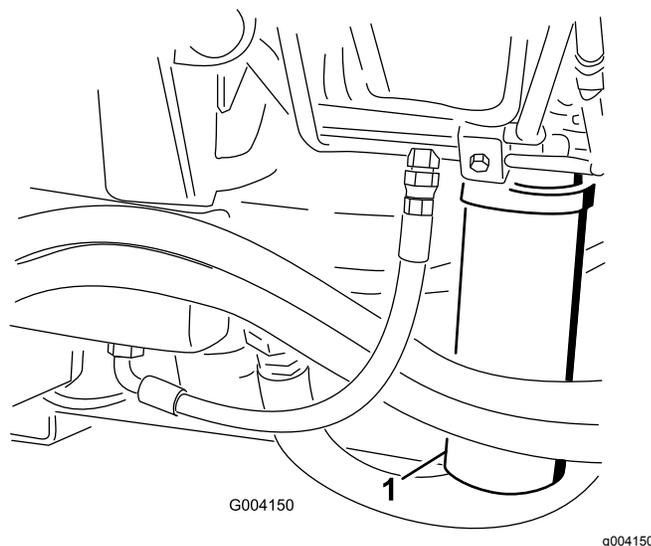
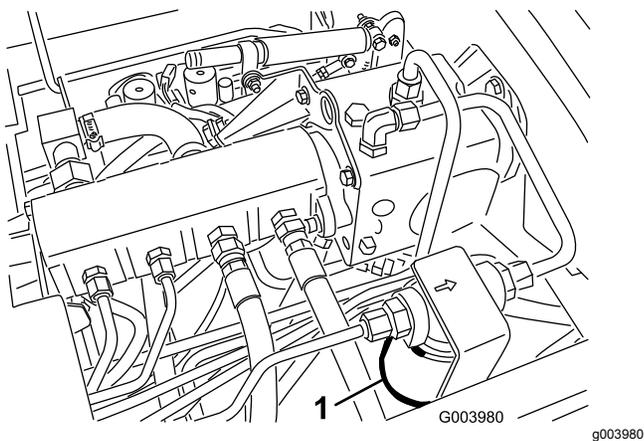

Рисунок 72
Рисунок 71
2. Очистите область вокруг места крепления фильтра и установите сливной поддон под фильтр (Рисунок 71) и (Рисунок 72).